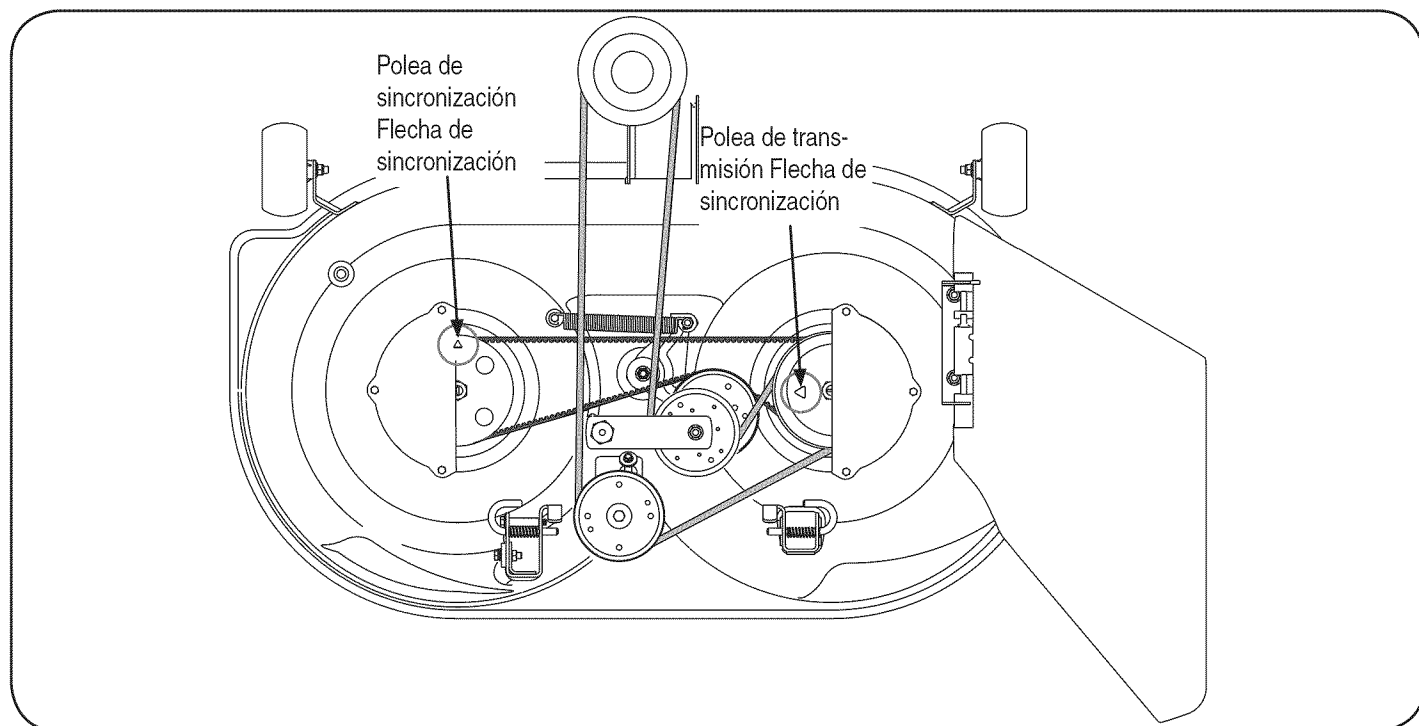

Figura 23
8. Tenga en cuenta las flechas que están en la parte superior de la polea de sincronización del husillo izquierdo y en la polea de transmisión del conjunto del husillo que está a la derecha. Estas flechas de sincronización **DEBEN** ubicarse a 90° una de otra como se indica en la Figura 23.
9. Rote el conjunto del husillo que está a la derecha para posicionar la flecha de sincronización de la polea de transmisión como se indica en la Figura 23. Luego, sin mover la polea de transmisión derecha, ajuste la correa de transmisión contra la polea de sincronización derecha, por encima de la polea intermedia de la correa de sincronización y por encima de la polea de sincronización izquierda.
10. Gire la polea de sincronización izquierda de manera que su flecha de sincronización quede a 90° de la flecha de sincronización del conjunto del husillo de la derecha. Vea la Figura 23.
12. Luego de comprobar que el resorte esté enganchado al soporte intermedio y al tornillo, gire el soporte intermedio / polea intermedia de sincronización contra la tensión del resorte sólo la distancia suficiente para que pueda bajar la parte posterior de la correa de sincronización sobre la polea intermedia. Vea la Figura 23.
13. Verifique nuevamente las flechas de sincronización de las dos poleas. Si se han desplazado de la posición de 90° al tensionar la correa de sincronización, gire la polea intermedia para aliviar la tensión de la correa y reubique las poleas. **Las flechas de sincronización se DEBEN posicionar a 90° una de otra como se indica en la Figura 23.**